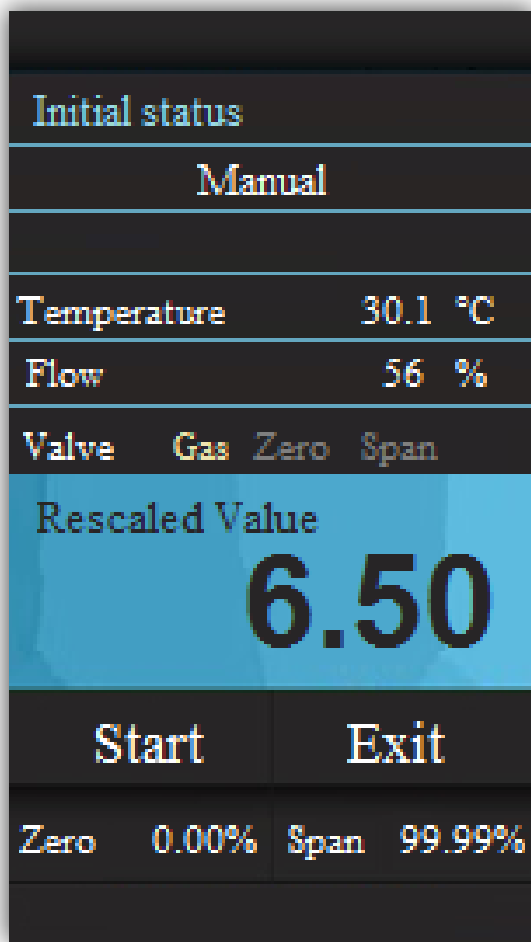

Figura 38 : Pagina Initial Status per la Calibrazione Manuale
- b. Dalla pagina *Initial Status* premere il pulsante *Start* per iniziare la calibrazione manuale (Figura 38).